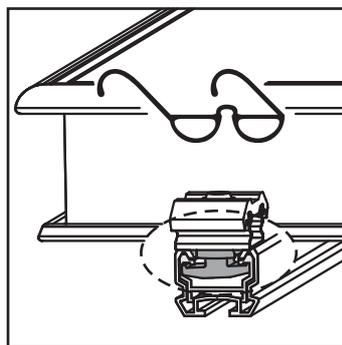

Fig. 3-24 Controllare la posizione del profilato di serraggio inferiore
2. Controllare la posizione del profilato di serraggio inferiore (fig. 3-24).